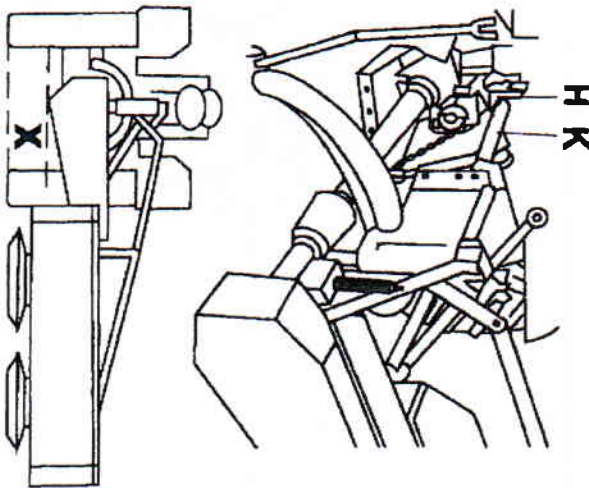

Рис. 9. Соединение косилки с трактором
- Верхние отверстия (3) кронштейна рамы соединить с верхней тягой трактора при помощи штыря и также зафиксировать чекой.
- Косилку поднять (гидравлическим подъёмником трёхточечной навески трактора), а затем стойку (5) поставить в верхнее положение и зафиксировать чекой.
- Защитную цепь (6) соединить с трактором (зацепить крюк цепи за отверстие в кронштейне верхней тяги) и натянуть её, чтобы предотвратить опускание косилки во время транспортных перевозок.
- Во время соединения косилки с гидравлическим подъёмником трактора (Рис. 9) крюк Н нужно одной стороной зацепить за соответствующий подобранный звено цепи, а другой – за неподвижный элемент приводного моста трактора таким образом, чтобы зазор Х при натянутой цепи составлял около 30 см в рабочем положении. Перед зацеплением крюка за соответствующее звено цепи из крюка нужно вынуть пружинный штифт 5x40, а после его зацепления штифт вставить обратно. Затем нужно отрегулировать длину верхнего соединения К трактора таким образом, чтобы скользящие тарелки косилки были параллельны земле.